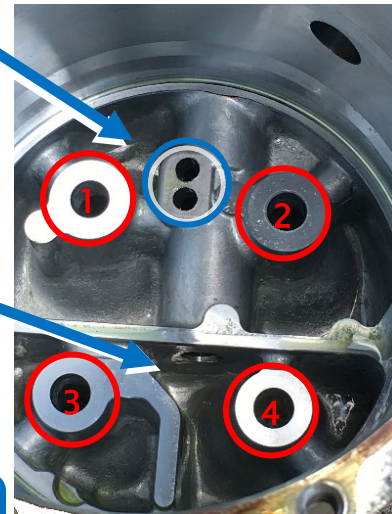
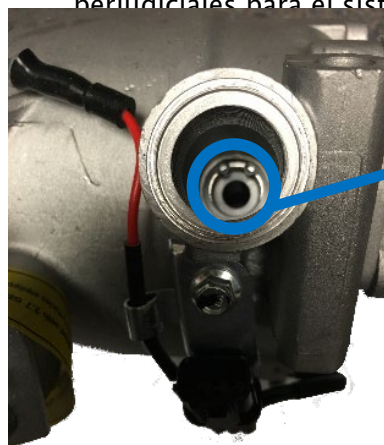

Figura 1.4: Zona de descarga en la parte delantera de la voluta
Figura 1.5
4. El refrigerante que sale del puerto de descarga entra primero por dos orificios. (Figura 1.4)
5. A continuación, el refrigerante choca con un manguito metálico/dispositivo de retención de aceite dentro del puerto de descarga (figura 1.5) que separa el aceite del refrigerante. El aceite gotea en la zona de recogida de aceite. (Figura 1.4) A continuación, pasa por el tubo medidor de vuelta a la parte delantera del compresor (Figura 1.2) para distribuir el aceite al eje, los cojinetes y la voluta orbital. Los niveles de aceite deben ser exactos. Un exceso de aceite o una falta de aceite serán perjudiciales para el sistema.